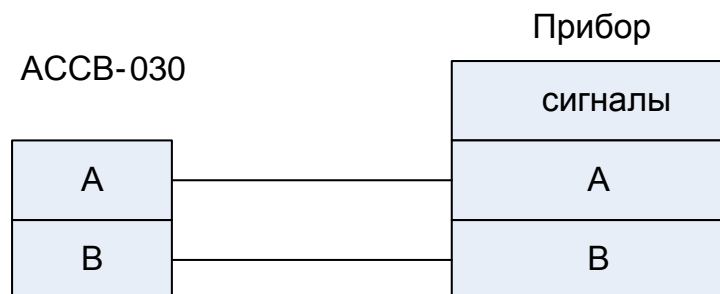

**Рис.3. Подключение прибора по интерфейсу RS-232.**
1.4.7.1. Подключение одиночного прибора к интерфейсу RS-232 осуществляется схеме, приведенной на рис.3:
Для этих приборов возможно только одиночное подключение к интерфейсу RS-232. Прибор «ВЗЛЕТ РСЛ» подключается по схеме, приведенной на рис.3.